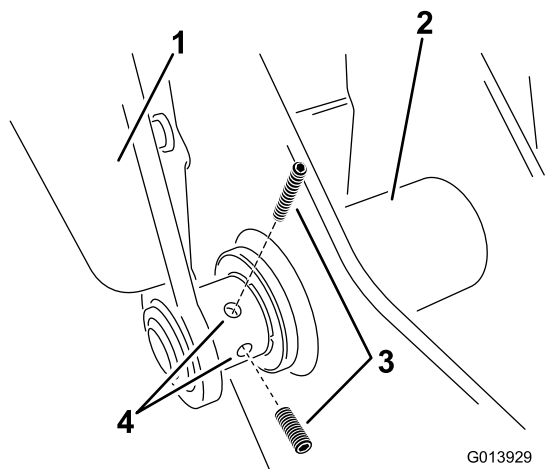

Рисунок 12
- I. Установите зажимной винт в левый рычаг в нижней точке шарнира (Рисунок 12). Не затягивайте на данном этапе, чтобы иметь возможность отрегулировать систему люльки.